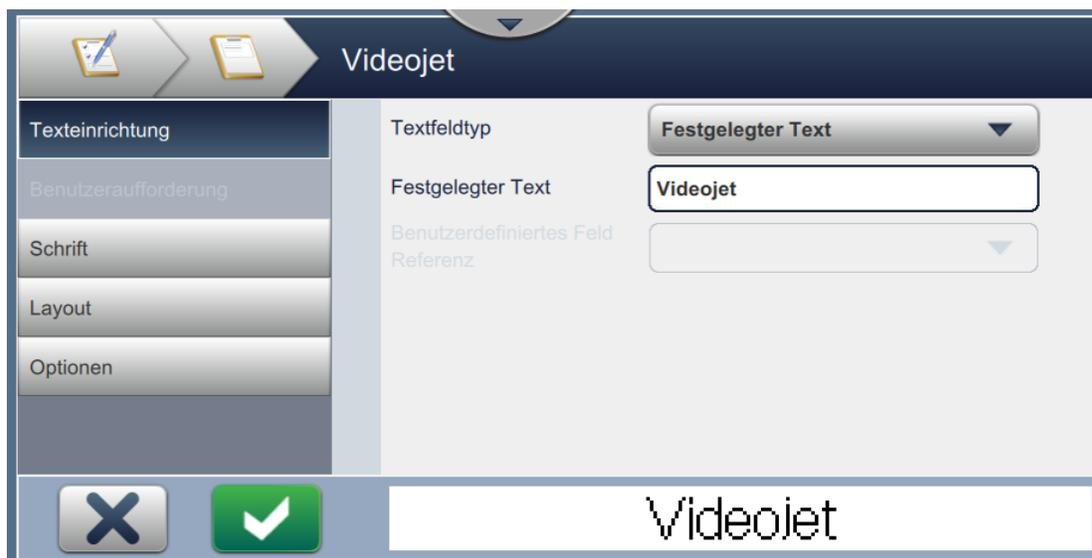

Abbildung 5-5: Bildschirm „Feldeinstellungen“.
8. Ändern Sie die Einstellungen nach Bedarf im Einstellungsbildschirm für das ausgewählte Feld (siehe Abbildung 5-5). Berühren Sie die Schaltfläche , um das erforderliche Format des Feldes zu speichern.